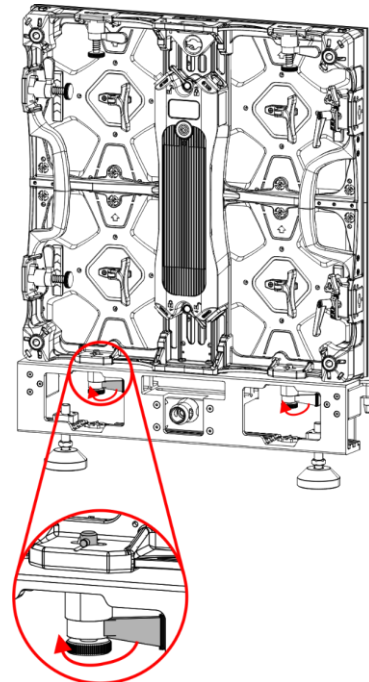

Fig. 45
- 06) Gire la **palanca (C)** en sentido horario para apretarla a la pantalla LED como se muestra en las Fig. 45 y 46.
- 07) Repita los pasos 2-6 para el **mecanismo de bloqueo derecho (03)** de la barra de rigging.